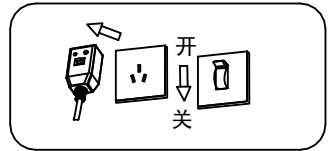

图27
■ 排水防冻的方法（图27~28）
- (1) 拔掉电源插头（分电盒开关拨到“关”位置）；
- (2) 关闭燃气阀门③；
- (3) 关闭进水阀门②；
- (4) 把淋浴喷头放至低于热水器的位置，打开出水阀⑤与所有出水龙头④；
- (5) 旋下出水接头处的泄压排水阀①，让水排掉。等待水排尽后再旋紧泄压排水阀，并关掉出水龙头。